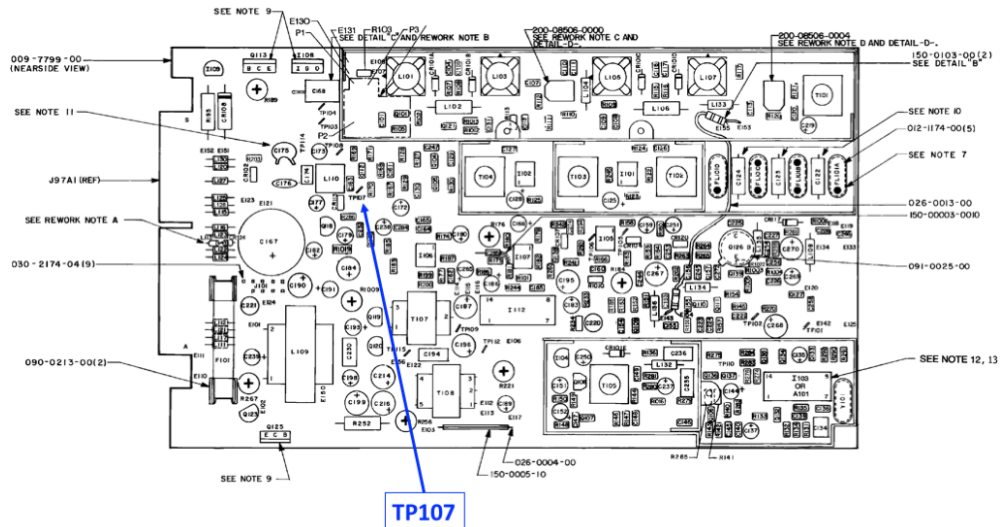

Figure 6.4.8.
- ❑ Brancher le multimètre au point TP107 de la radio (voir figure 6.4.8. ci-dessous) :